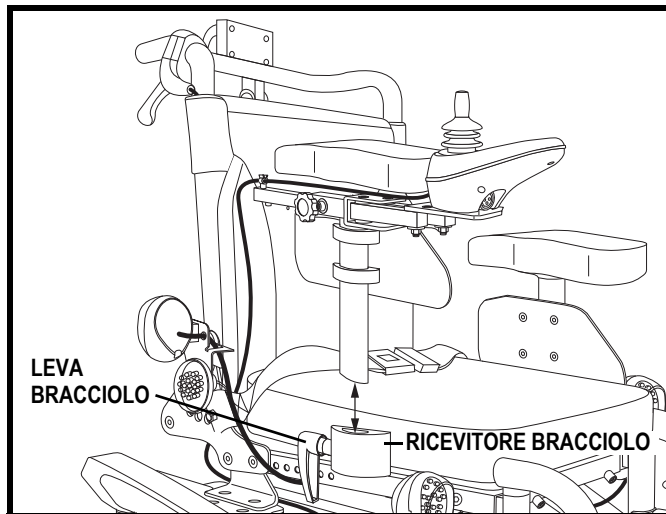

Figura 12. Rimozione/Installazione bracciolo
1. Allentare la leva di bracciolo spingendola e ruotandola contemporaneamente. **Vedere figura 12.**
1. Posizionare il gruppo del bracciolo nel blocco corrispondente. **Vedere figura 12.**
1. Allentare la leva di blocco del bracciolo. **Vedere figura 12.**
2. Rimuovere il bracciolo. **Vedere figura 12.**